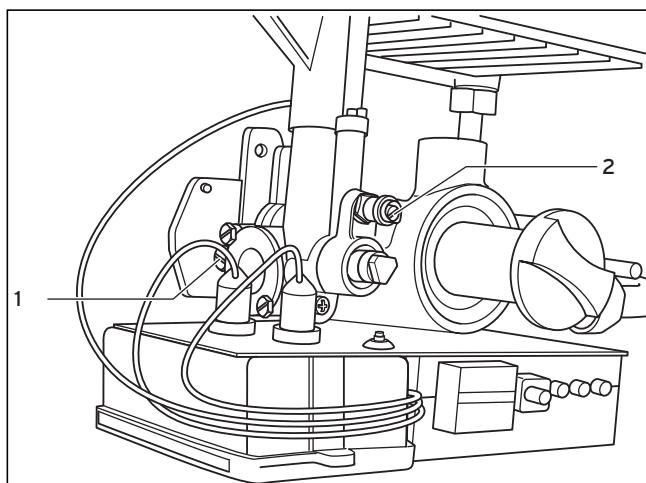

Fig. 6.1 Tubería de medición para la presión de conexión del gas
- Desatornille el tornillo de obturación del tubo de medición de la presión de conexión (1) (véase Fig. 6.1 Tubería de medición para la presión de conexión del gas).